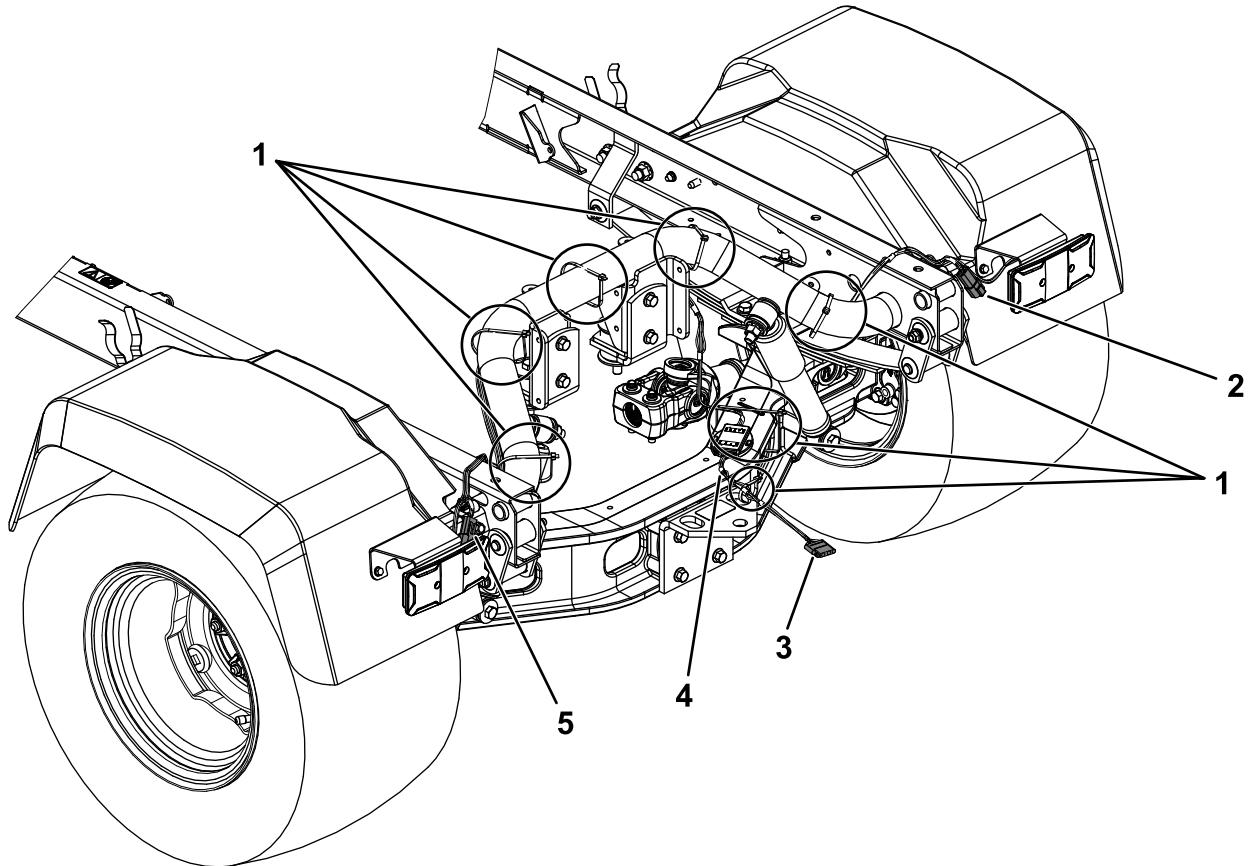

Figure 3
2. Séparez les deux côtés du faisceau et acheminez chacun le long du bas du tube arrière du cadre, jusqu'aux ouvertures dans les longerons, comme montré à la Figure 3.
6. Avec 7 attache-câbles, fixez le faisceau des feux de la remorque au tube arrière, aux emplacements indiqués à la Figure 3.